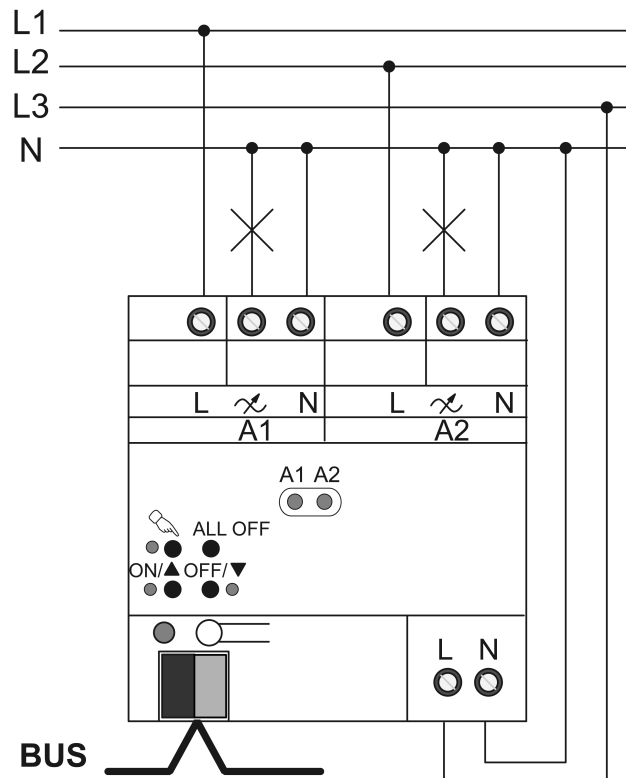

Imagen 4: Actuador de regulación – Ejemplo de conexión
- Conectar el dispositivo según el ejemplo de conexión (Imagen 4).